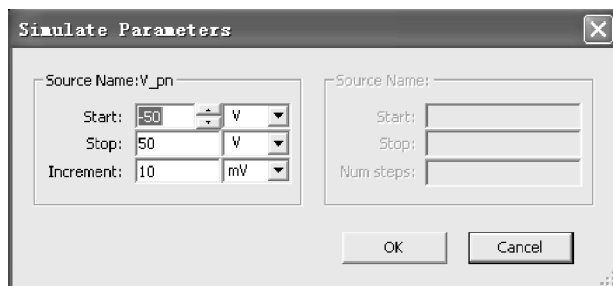

图 3-42 二极管参数设置对话框
(1) 二极管参数设置: 若二极管为测量元器件, 则单击  按钮, 弹出如图 3-42 所示的二极管参数设置对话框, 只有 “V_{pn}” (PN 结电压) 一栏设置, 包括 PN 结极间扫描的起始电压 (Start)、终止电压 (Stop) 和扫描增量 (Increment)。